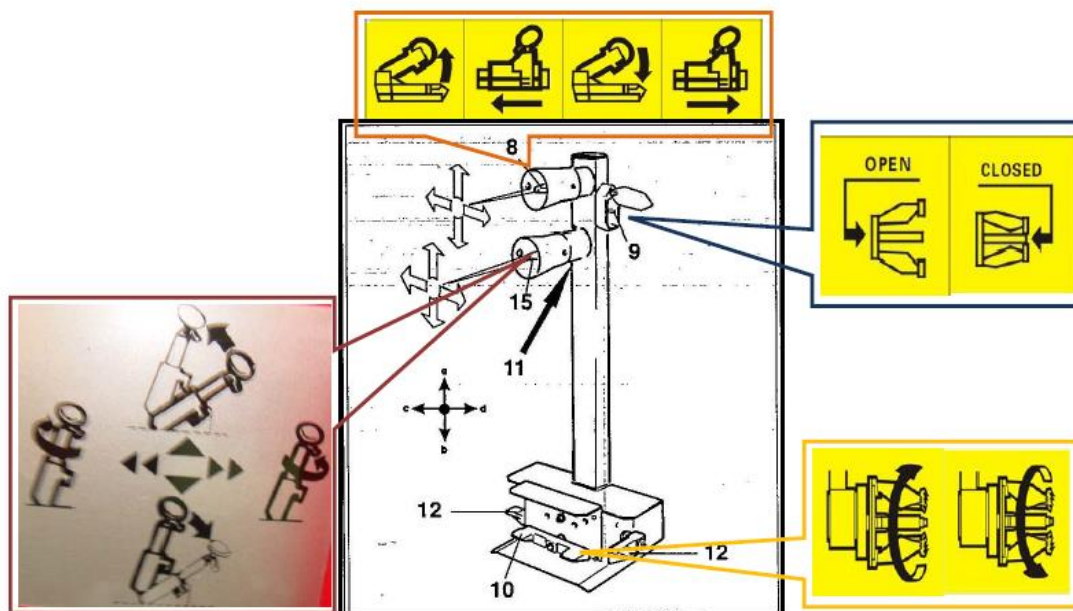
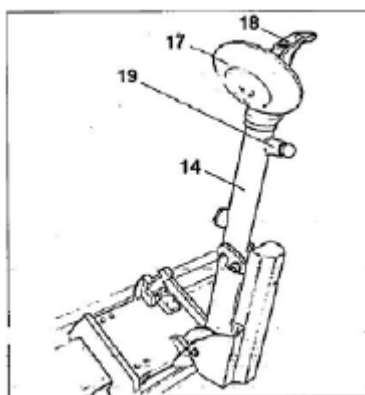
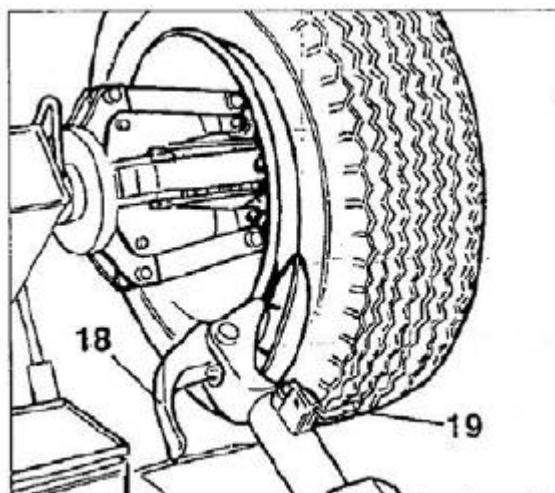

Рис. 6.2
Рис. 6.3
Рис. 7.4
Подвижный пульт управления (рис. 6.2) позволяет оператору работать в любом положении относительно станка. Пульт оснащен следующими органами управления:
1. **Верхний рычаг управления (8, рис. 6.2)** в **положении а** поднимает держатель кулачкового зажима и в **положении б** опускает его. В **положении с** перемещает кулачковый зажим вправо и монтажную лапу влево (они оказываются рядом друг с другом), в **положении d** смещает кулачковый зажим влево и монтажную лапу вправо (теперь они расположены далеко друг от друга).
2. **Нижний рычаг управления (15, рис. 6.2)** в **положении а** перемещает монтажную лапу в нерабочее положение, в **положении б** перемещает лапу в рабочее положение. При перемещении в **положение с** поворачивает монтажную головку на 180 град. против часовой стрелки, при перемещении в **положение d** поворачивает монтажную головку в противоположную сторону и возвращает ее в исходное положение.
3. **Переключатель зажима (9, рис. 6.2)** в верхнем положении разводит рычаги самоцентрирующегося кулачкового зажима (ФИКСАЦИЯ), в нижнем положении сводит рычаги самоцентрирующегося кулачкового зажима (НЕЗАФИКСИРОВАНО).
4. **Педадь (10, рис. 6.2)** при нажатии с левой или правой стороны включает вращение зажима в направлении, указанном стрелкой на педали.
5. **Выключатель второй скорости (11, рис. 6.2)** при нажатии с педалью (10, рис. 6.2) включает высокую скорость вращения кулачкового зажима.
6. Педали включения второй скорости вращения (12, рис. 6.2) перемещают кулачковый зажим и монтажную лапу, каретку на высокой скорости.
1) Переместить нижний рычаг управления (15, рис. 6.2) вверх (а), монтажная лапа (14, рис. 6.3) должна повернуться в нерабочее положение.
2) Монтажная лапа займет нерабочее положение, при перемещении верхнего рычага управления (8, рис. 6.2) вверх (а) держатель кулачкового зажима (2, рис. 3.1) должен подняться, при перемещении рычага управления вниз (b) держатель кулачкового зажима должен опуститься.
При перемещении верхнего рычага управления влево (с) держатель кулачкового зажима (2, рис. 3.1) перемещается вправо, а монтажная лапа (14, рис. 6.3) влево. Оба приспособления располагаются рядом друг с другом.
Повторить указанные операции (с и d), одновременно нажимая на одну из двух педалей (12, рис. 6.2). Вышеуказанные движения будут происходить на высокой скорости.
3) Повернуть рычаг переключателя (9, рис. 6.2) вверх: рычаги зажима (3, рис. 3.1) должны раскрыться. Повернуть рычаг вниз, рычаги зажима сводятся.
Повторить указанные операции, одновременно нажимая на одну из двух педалей (12, рис. 6.2). Вышеуказанные движения будут происходить на высокой скорости.
- 7) Используя нижний рычаг управления (15, рис. 6.2), сложить держатель в нерабочее положение, переместить и зафиксировать его в этом положении (рис. 7.4).
**ПРИМЕЧАНИЕ.** В процессе отрыва борта шины монтажную головку (18, рис. 7.4) можно вывести из рабочей зоны.